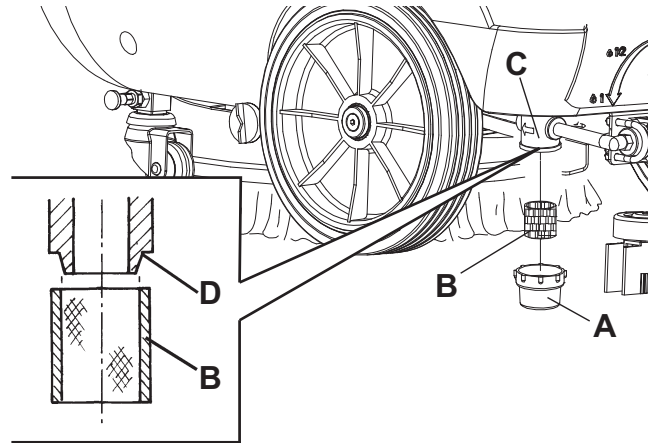

Figure 6
1. Vider le réservoir de la solution (27), en procédant comme indiqué au paragraphe spécifique.
3. Vérifier que le câble d'alimentation (21) est branché au réseau électrique.
4. Déposer le couvercle transparent (A, Fig. 6), puis déposer le filet filtrant (B). Les nettoyer et les reposer sur le support (C).